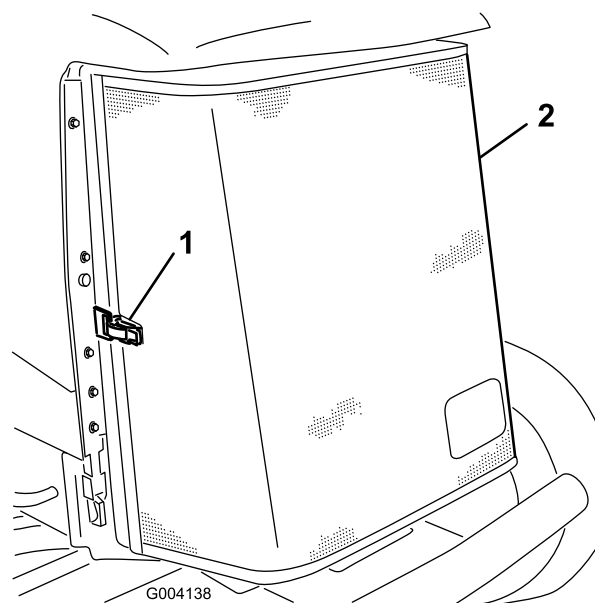

Figura 93
3. Desenganche y abra la rejilla trasera (Figura 93).